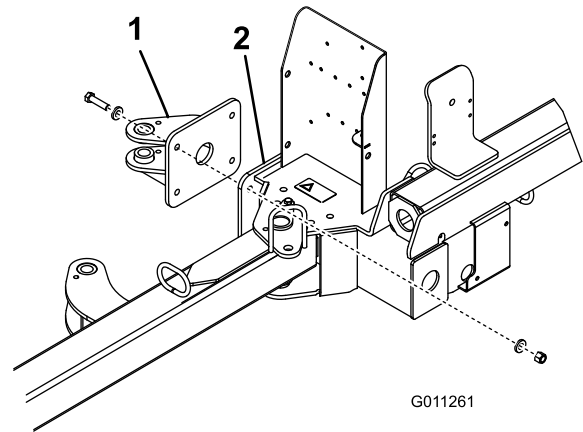

Figura 5
- y 4 contratuercas de 1/2 pulgada. Coloque los componentes según se muestra en Figura 5.